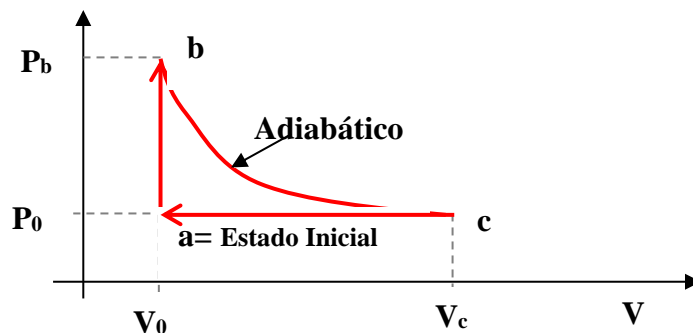

Figura xx.30
- 26) (I) ¿Cuál es el cambio de entropía de 1,00 m³ de agua a 0 °C cuando se le congela para obtener hielo a la misma temperatura?
- 27) (II) Una varilla de aluminio conduce 6.40 cal/s desde una fuente de calor que se mantiene a 240 °C, hasta una gran masa de agua que está a 27 °C. Calcule la rapidez de aumento de la entropía por unidad de tiempo en el proceso.
- 28) (*) (II) Se mezcla un kilogramo de agua a 30 °C con 1 kg de agua a 60 °C en un recipiente bien aislado. Calcule, en forma aproximada, el cambio neto de entropía del sistema.
- 29) (II) Una pieza de aluminio de 5.0 kg a 30 °C se coloca en 1.0 kg de agua en un contenedor de polietileno a una temperatura ambiente (20 °C). A) Temperatura final del sistema. B) Calcule el cambio neto de entropía aproximado del sistema. ¿Qué suposiciones debe hacer sobre como se realiza el proceso? ($C_{Al}=0.90$ kJ/kg.k)
- 31) (II) Calcule las probabilidades de obtener, cuando se arrojan dos dados, a) un 5, b) un 11 c) cual resultado más probable. d) En el caso de los dados, el resultado obtenido (suma de los números) determina el macroestado y cada par de número (N_1, N_2) que indica el resultado individual de cada dado determina un microestado, ¿cuántos microestados son compatibles con el resultado más probable (macroestado)? e) Prediga cuantas veces espera obtener este resultado si arroja ambos dados 100 veces. De ser posible compruebe sus resultados experimentalmente. ¿Qué concluye? f) ¿Cuál es el resultado más probable si se arrojan 5 dados simultáneamente?
- 32) (*) (II) a) Cuantas palabras distintas se pueden formar con las cuatro letras de la palabra *mesa*. b) Cuantas con las cuatro letras de la palabra *papa*. c) Cuantas palabras distintas de seis caracteres se pueden hacer con las 26 letras del alfabeto y 10 dígitos, si la misma consta de tres letras iniciales y tres dígitos finales. Suponga que i) las letras se pueden repetir y ii) que no se puedan repetir.
- 33) (II) Suponga que se revuelven bien seis monedas y se tiran en una mesa. Forme una tabla que muestre el número de microestados que corresponde a cada macroestado. ¿Cuál es la probabilidad de obtener a) tres caras y tres soles y b) seis caras?
- 36) Un Mol de un gas ideal monoatómico tiene un volumen $V_0 = 25L$, presión $P_0 = 1 \text{ At}$, realiza un ciclo como el descrito en la figura xx.30.